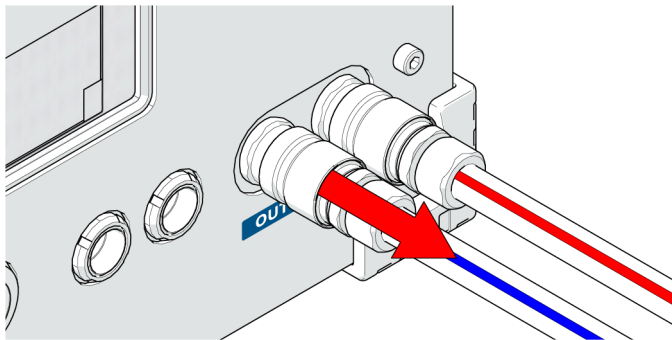

Abbildung 2-61 Trennen des Schlauchs
1. Um einen Schlauch zu lösen, erfassen Sie die Hülse des Schlauchverbinders und ziehen sie vom Kühler weg (siehe Abbildung 2-61 auf Seite 88)